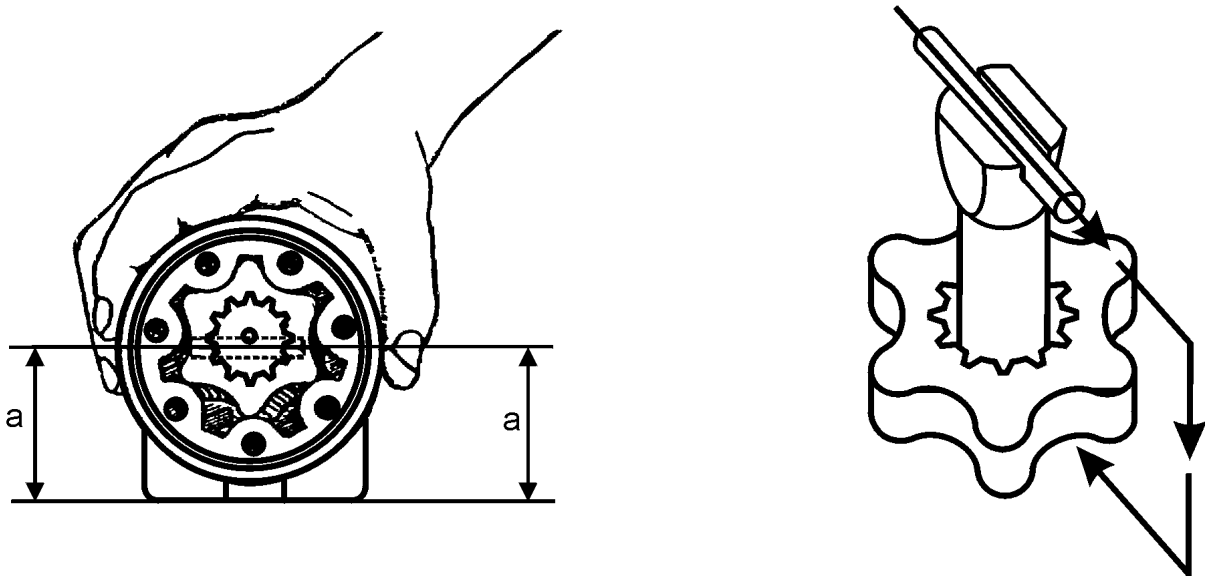

Рис. 10В.7G. Взаимное расположение валика кардана, ротора и корпуса ротора при сборе
9. УСТАНОВКА (Рис. 10В.5. и 10В.6.)